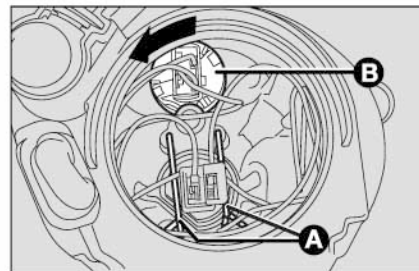

Рис. 25
- отожмите два пружинных фиксатора лампы **А** (рис. 25);
- поверните патрон **В** (рис. 25) лампы против часовой стрелки и извлеките его из корпуса фонаря;